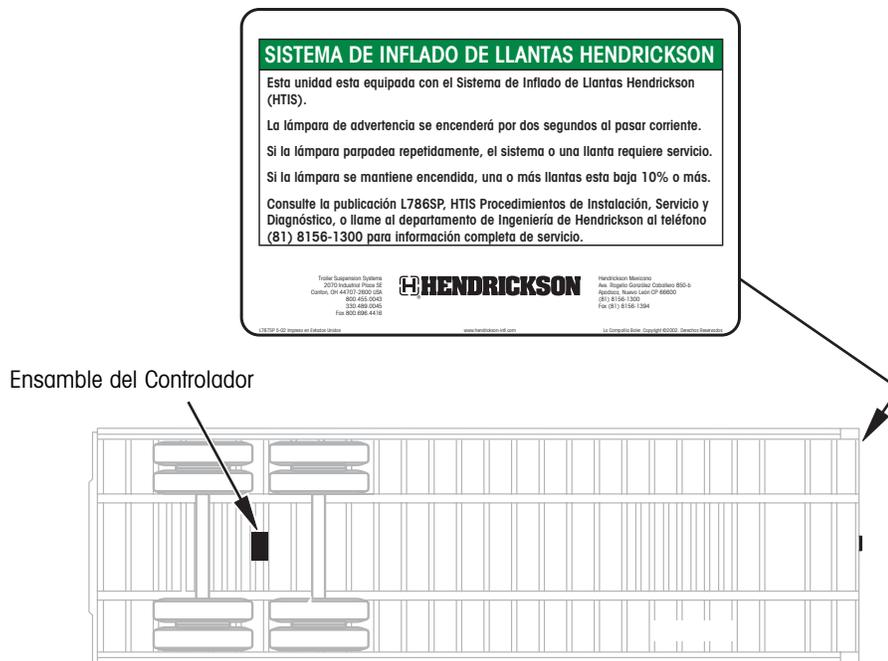

Figura 22. Localización recomendada para el ensamble del controlador y la etiqueta
1. Instale la etiqueta L787SP al frente del remolque, cerca de la lámpara de advertencia (figura 22).